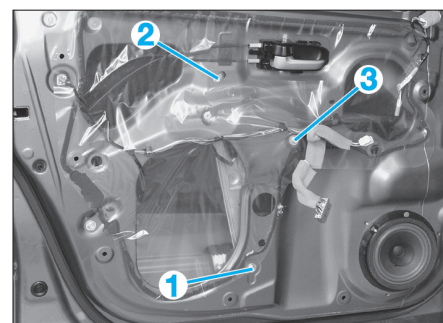

FIG. 49
- Desserrer les trois vis de fixation du mécanisme (Fig.49).